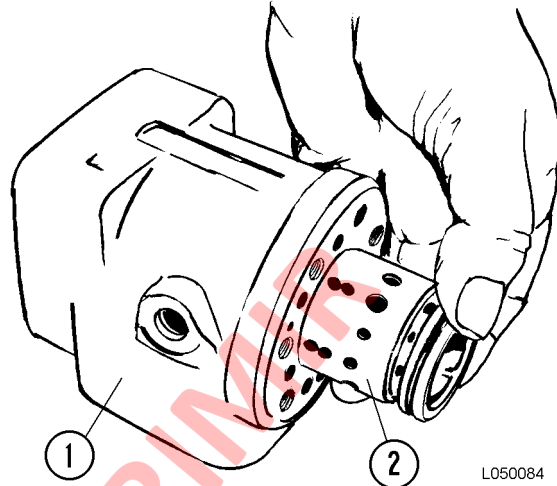

FIGURA 5-11. INSTALACIÓN DEL CARRETE
9. Coloque la unidad de control de dirección con la carcasa en posición horizontal. Luego, inserte lentamente el carrete (lubricado) y la camisa con las piezas ajustadas en la cavidad, con giros suaves (consulte la Figura 5-11).